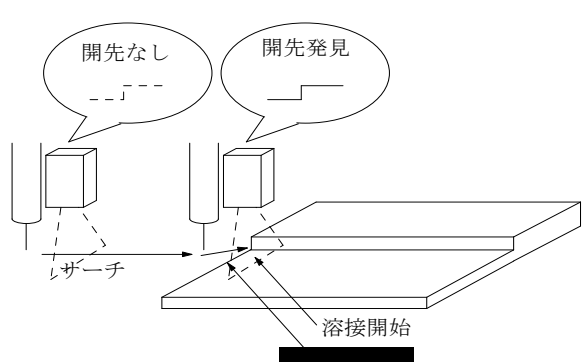
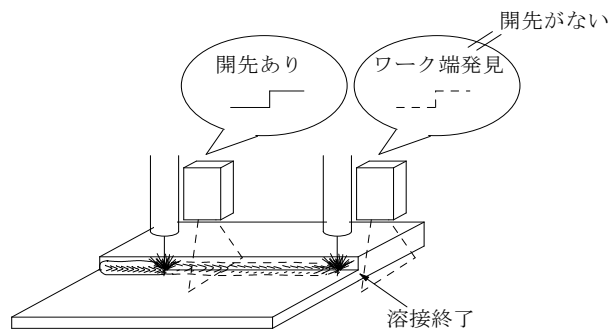

図3 開始点検出機能
図4 終了点検出機能
- ・溶接の開始点・終了点を認識。接合部全てを自動溶接。(図3、図4)